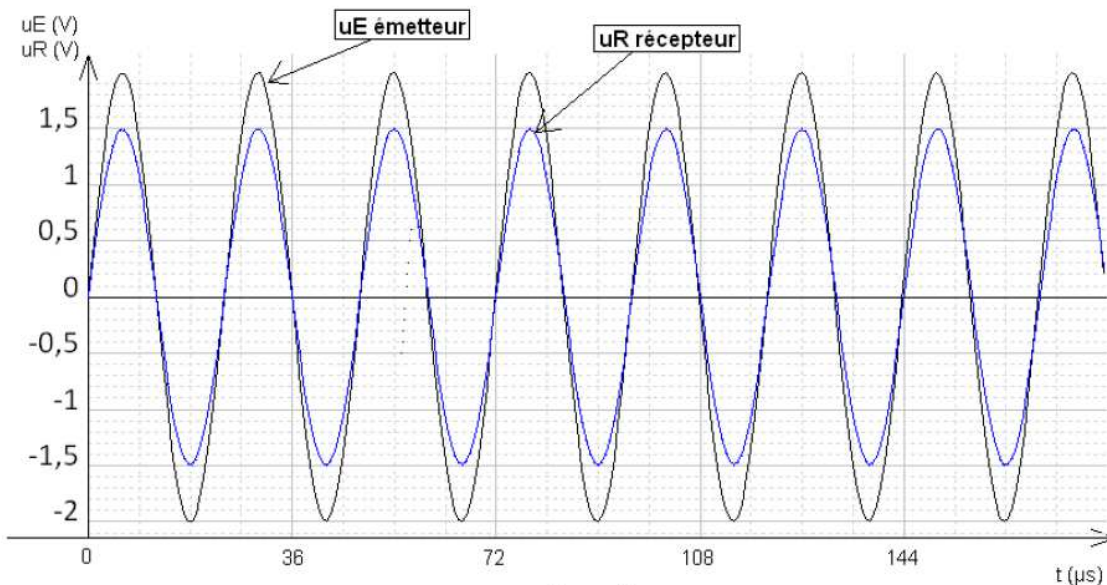

Figure 2
1.3. On souhaite déterminer la longueur d'onde λ des ultrasons. Pour cela, on visualise à la fois le signal émis par l'appareil et appliqué sur la voie 1 d'un oscilloscope et le signal u_R reçu par un récepteur R à ultrasons connecté sur la voie 2 de cet oscilloscope. On part d'une situation où les signaux délivrés par l'émetteur E et par le récepteur R placé en face sont en phase. On s'aperçoit que lorsque l'on éloigne le récepteur R tout en restant en face de l'émetteur fixe E, la courbe qui correspond au récepteur se décale vers la droite. Les signaux obtenus sont représentés sur la **figure 2** lorsque les courbes reviennent pour la première fois en phase. On détermine la distance dont on a déplacé le récepteur R lorsque l'on obtient la **figure 2** page suivante, et on mesure 8 mm.